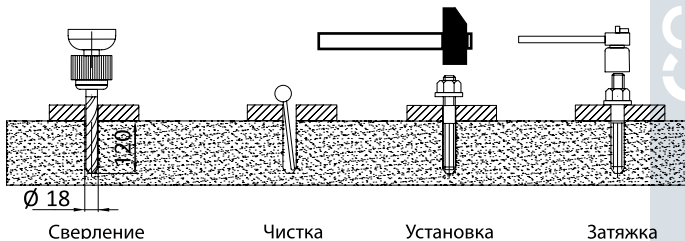

Рисунок 5 – Установка анкерных болтов
1. Подъёмник необходимо устанавливать на ровное и прочное основание, которое должно обеспечивать максимальную, рассчитанную исходя из грузоподъёмности подъёмника, несущую способность, при любых возможных условиях работы. Для напольного монтажа необходим бетон марки не ниже М350, средняя прочность 327 кгс/см². Крепление подъёмника осуществляется 8 анкерными болтами (мин. рекомендованный диаметр 16 мм). Схема крепления показана на рис. 5.